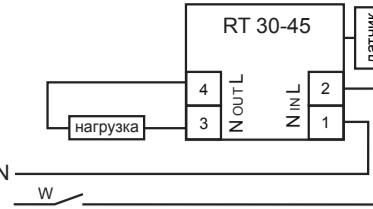

Рис. 2: схема подключения нагрузки мощностью до 4,4 кВт к устройству
5.2. Нагрузка на напряжение 220В подключается к контактам **3** и **4** устройства (рис. 2). При этом **сияющий красный светодиод** будет указывать на то, что реле замкнуто и нагревательный элемент включен. При достижении установленной температуры реле размыкается и отключает нагревательный элемент, светодиод гаснет.
7.2. Подключить нагрузку к изделию (см. рис.2). Для этого используйте одножильный или многожильный провод с двойной или усиленной изоляцией сечением, соответствующим мощности нагрузки. Напряжение подается через выключатель **W** или напрямую на контакты **1** и **2** изделия.